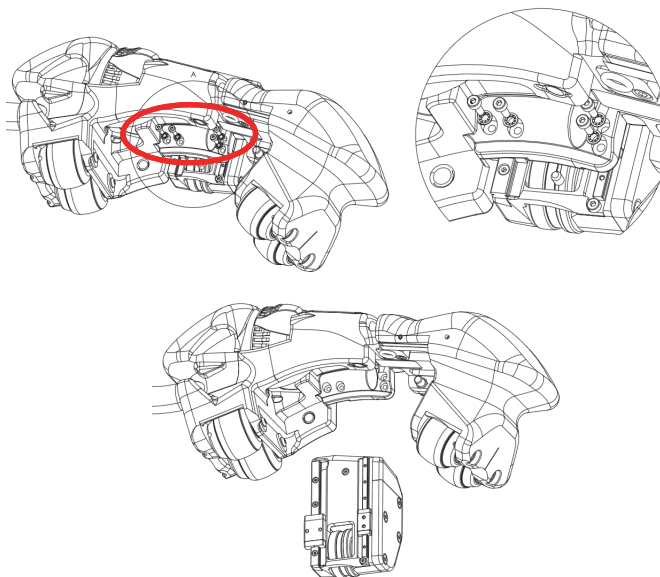

Figura 5-2 Reemplazo de codificador
1. Use una llave Allen de 1,5 mm para retirar los cuatro tornillos del codificador (vea la Figura 5-2 en la página 59).